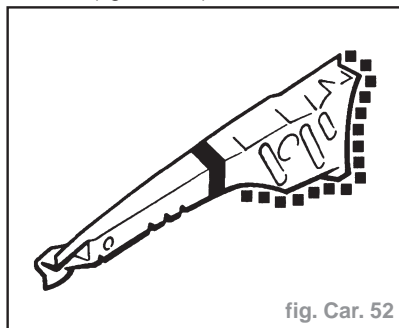

fig. Car. 52
- Préparer et nettoyer les faces d'assemblage de panneau. Poinçonner ou percer des trous pour le soudage en bouchon dans le panneau neuf, comme illustré (fig. Car. 52).